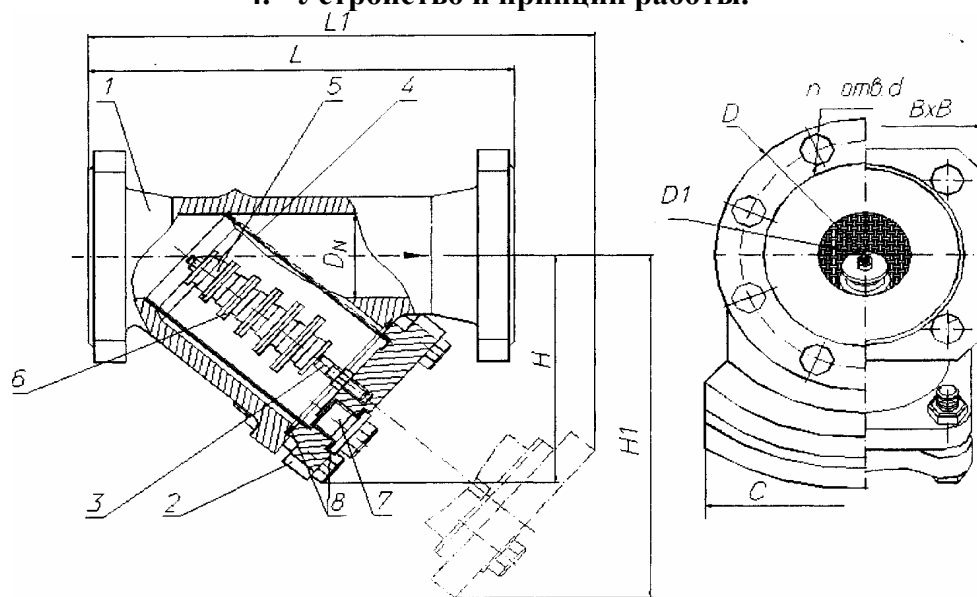

Рис. 1
4.1. Фильтр состоит из следующих основных деталей (см. рисунок 1): корпус – поз.1, крышка – поз.2, стержень – поз.3, сетка – поз.4, магнит (6 шт.) – поз.5, шайба (6 шт.) – поз.6, пробка поз.7, прокладка (2 шт.) – поз.8.